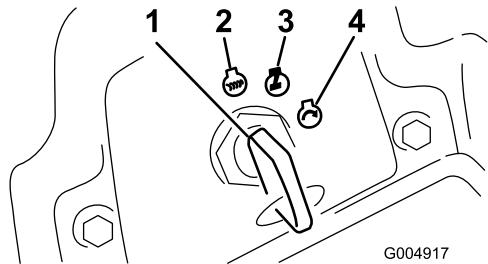

Figura 17
- Gire la llave de contacto a la posición Marcha (Figura 17).
- Gire la llave de contacto a la posición de Desconectado (Figura 17). Espere a que se detengan todas las piezas en movimiento antes de abandonar el puesto del operador.